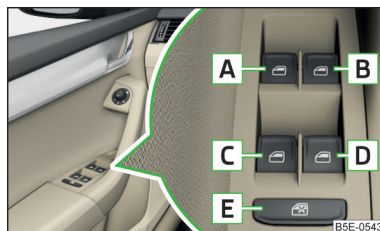

Fig. 43
- După decuplarea contactului, geamurile mai pot fi deschise sau închise cca. 10 minute. După deschiderea portierei șoferului și a pasagerului din față, geamurile se mai pot opera numai cu tasta **A** » fig. 43 la pagina 68.
Tastele geamurilor acționate electric » fig. 43
➤ Apăsați tasta **E** » fig. 43.
- Mențineți tasta **A** » fig. 43 la pagina 68 în poziție de deschidere.
- Mențineți tasta **A** » fig. 43 la pagina 68 în poziție de închidere.